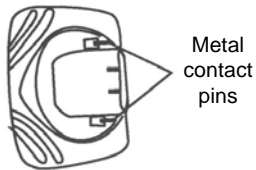
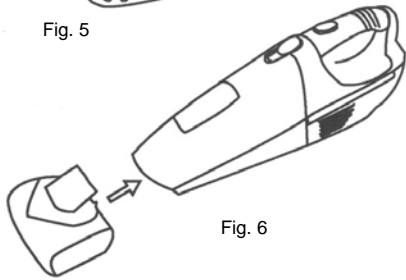

Fig. 5
Fig. 6
2. Firmly insert the motorized brush (Fig. 5) into the air-intake nozzle of the dust cup container ensuring that the contact pins are engaged in the connector slots of the unit. (Fig. 6)
3. Inserte firmemente el cepillo eléctrico (Fig. 5) dentro de la boquilla de succión del recipiente para la tierra asegurándose de que los contactos toquen las ranuras de conexión de la unidad. (Fig. 6). Este cepillo eléctrico es para aspirar alfombras bajas o tapetes.